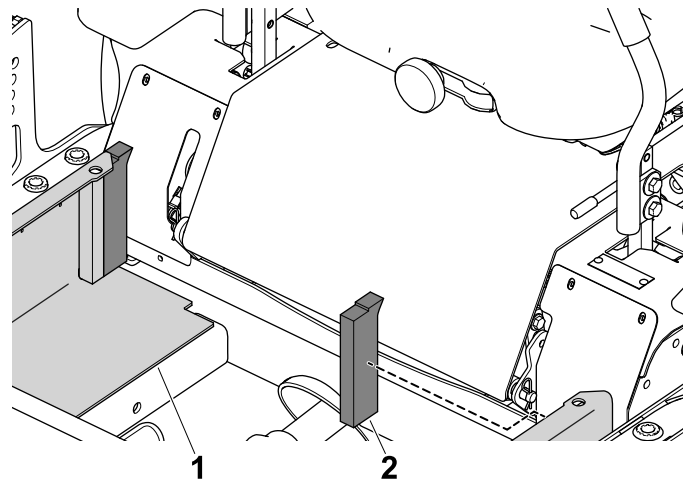

図10
2. シールの裏紙をはがして、シールをフレームに張り付ける 図10。